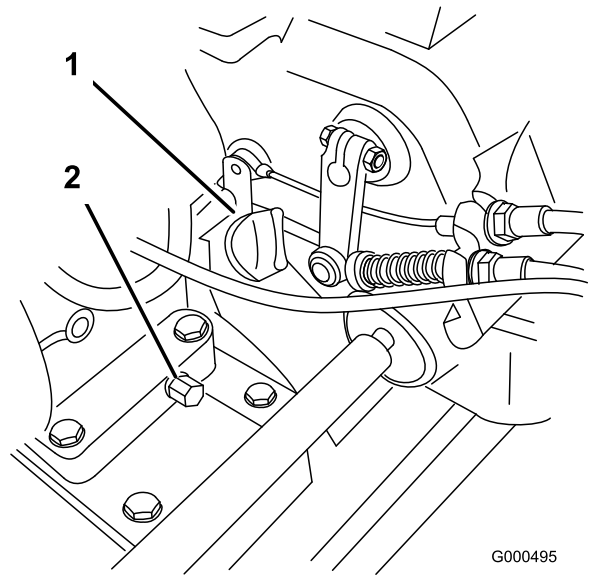

图25
1. 卸下行走轮（如果已安装），调整剪草机，使发动机保持水平，并清洁量油尺周围部位（图25）。
2. 在机器后部排油塞下放置一个放油盘（图25）。拆下排油塞。